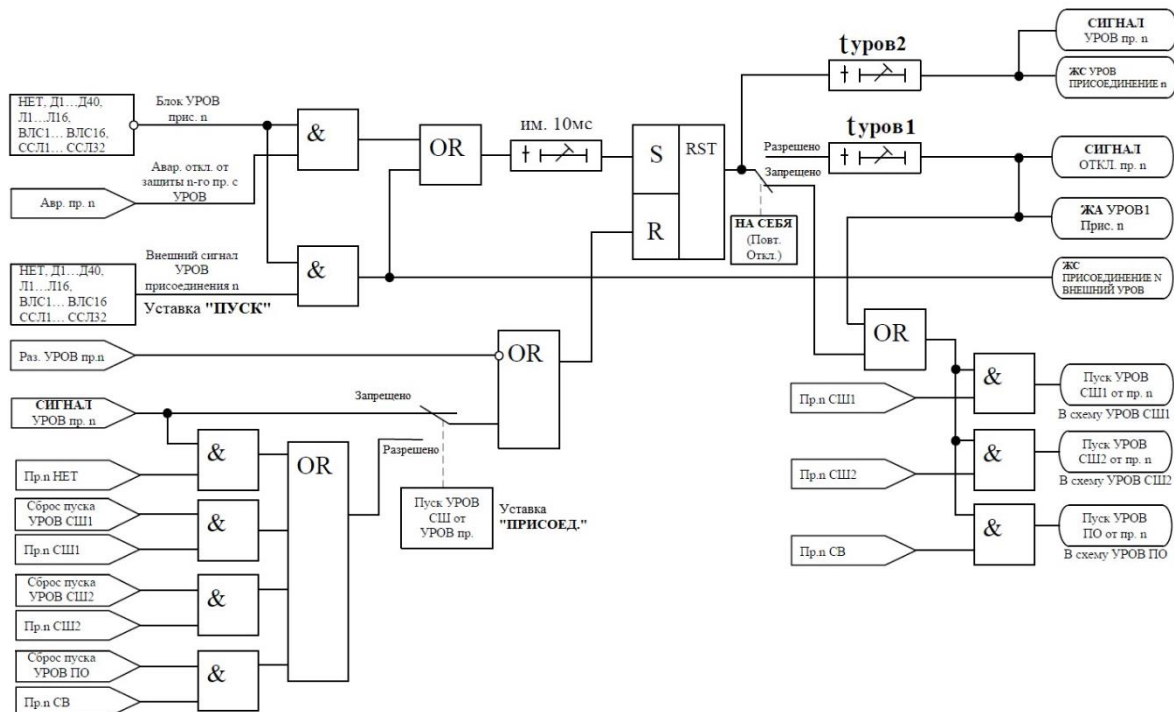

Рисунок 5.20 – Логика работы УРОВ n-го присоединения
- наличие сигнала сброса пуска УРОВ ПО из схемы УРОВ присоединений (рисунок 5.20);